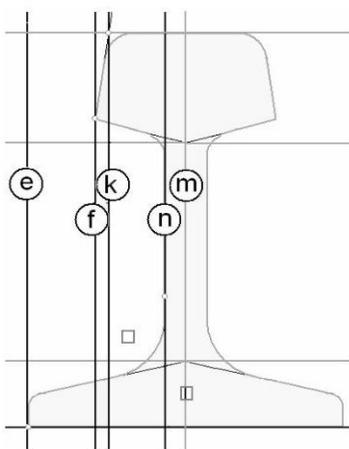

Рисунок 23 – Действие 5
5. Для построения линий e, f, k, n (рис. 23) также используйте команду OFSET (СМЕЩЕНИЕ). После активации команды введите с клавиатуры расстояние между прямыми n и m (половина величины Вш). ENTER. Курсор изменит вид на маленький чёрный квадратик - picbox. Подведите курсор к линии m, щёлкните. Затем сместите курсор левее и щёлкните ещё раз. На чертеже должна появиться прямая n. Нажмите клавишу Esc. Таким же способом постройте прямые k, f, e.